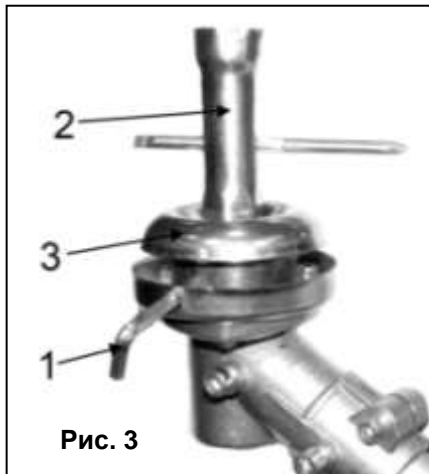

Рис. 3
- Для фиксации редуктора, вставьте шестигранный ключ (1)(См. Рис.3)(входит в комплект)(или подобный стопорный стержень) в совмещенные отверстия в чашке редуктора и в ступице вала.
- Используя комбинированный ключ (2)(См. Рис.3)(входит в комплект поставки), открутите гайку, снимите крышку (3) (См. Рис.3) и фиксирующую шайбу с вала.